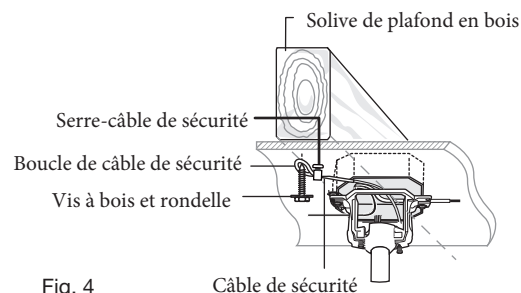

Fig. 4
- 3 Soulevez la boule / tige de suspension / ventilateur dans l'ouverture du support de suspension. REMARQUE: La languette opposée à l'ouverture du support de suspension doit s'insérer dans la fente de la boule. (Fig.4)
Un flux d'air **VERS LE HAUT** déplace l'air plus chaud de la zone du plafond, comme illustré à la figure 4. Cela vous permet de régler votre unité de chauffage sur un réglage plus frais sans **affecter** votre confort.